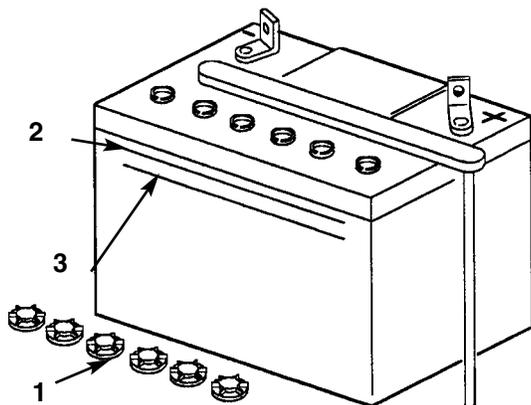

Fig. 23
2. Osservate il lato della batteria: l'elettrolito deve raggiungere la riga "SUPERIORE" (Fig. 23); non permettete che scenda al di sotto della riga "INFERIORE" (Fig. 23).
2. Svitare i tappi (Fig. 23).
3. Versate lentamente l'acqua distillata in ogni elemento, fin quando il livello raggiunge la riga "SUPERIORE" (Fig. 23) sul vaso contenitore della batteria.